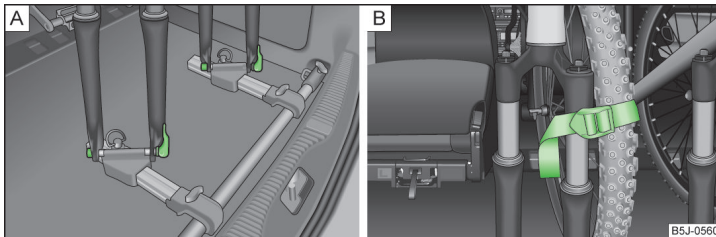

Fig. 72 Introducerea bicicletei / exemplu de fixare a roții față
- Așezați furca roții bicicletei pe axul de fixare și strângeți-o cu elementul de fixare rapidă » fig. 72 - **A**.
- Depozitați roata față demontată între brațul pedalei stângă și cadrul bicicletei, și fixați-o cu o curea pe furca față » fig. 72 - **B**, resp. pe un element de fixare.